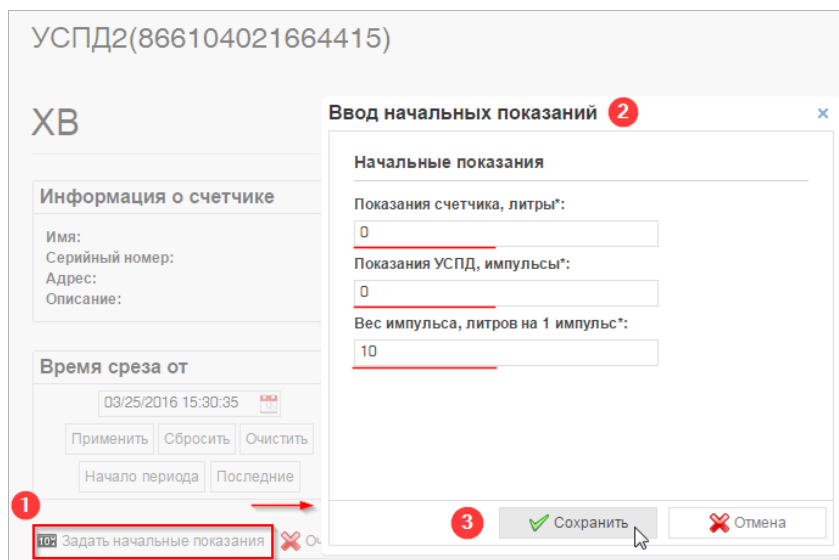

Рис.12. Сервер TELEOFIS. Ввод начальных показаний.
2. На странице источника нажмите **“Задать начальные показания”** и в открывшемся окне введите следующие параметры (Рис.12):